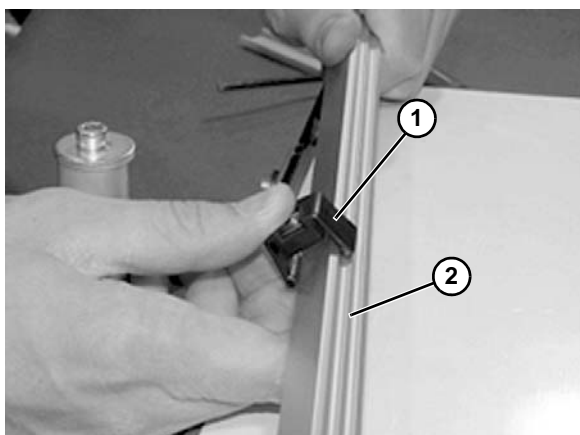

Figura 39
4. Encaje la grapa (Figura 39, artículo 1) en el raíl guía (Figura 39, artículo 2).